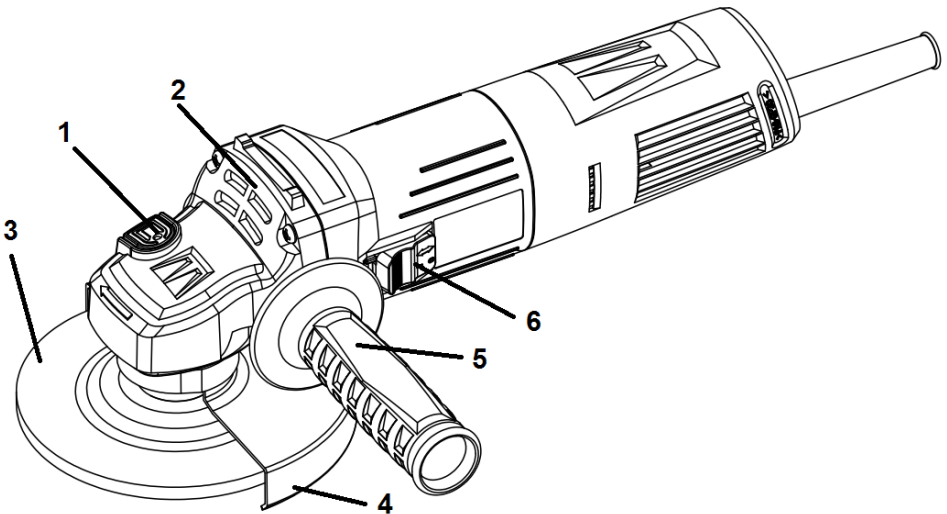

Рисунок 1
2.2.1 Конструкція виробу складається з одноступеневого редуктора з конічними шестернями в металевому корпусі (2), який приєднаний до пластикового несучого корпусу з колекторним двигуном змінного 1-фазного струму, перемикачем (6), мережевим шнуром живлення згідно з рис.1. Вихідний вал редуктора розташований перпендикулярно вісі двигуна і є робочим шпинделем для приєднання змінних насадок (абразивних дисків) (3) з фіксацією затискною гайкою або накрученими на шпиндель. На металевому корпусі (2) виконані нарізні монтажні отвори для встановлення передньої рукоятки (5), та хомутів з'єднанням закріплений захисний кожух (4) з можливістю фіксованого позиціонування по колу. Для фіксації шпинделя під час зміни дисків (3) в корпусі редуктора (2) передбачений кнопковий фіксатор (1). Електрична частина виробу складається з колекторного однофазного електродвигуна змінного струму, вимикача електроструму, регулятора швидкості, з'єднувальних проводів і мережевого шнура. Захист від ураження електричним струмом користувача у виробі відповідає класу II за ДСТУ EN 61140:2015.